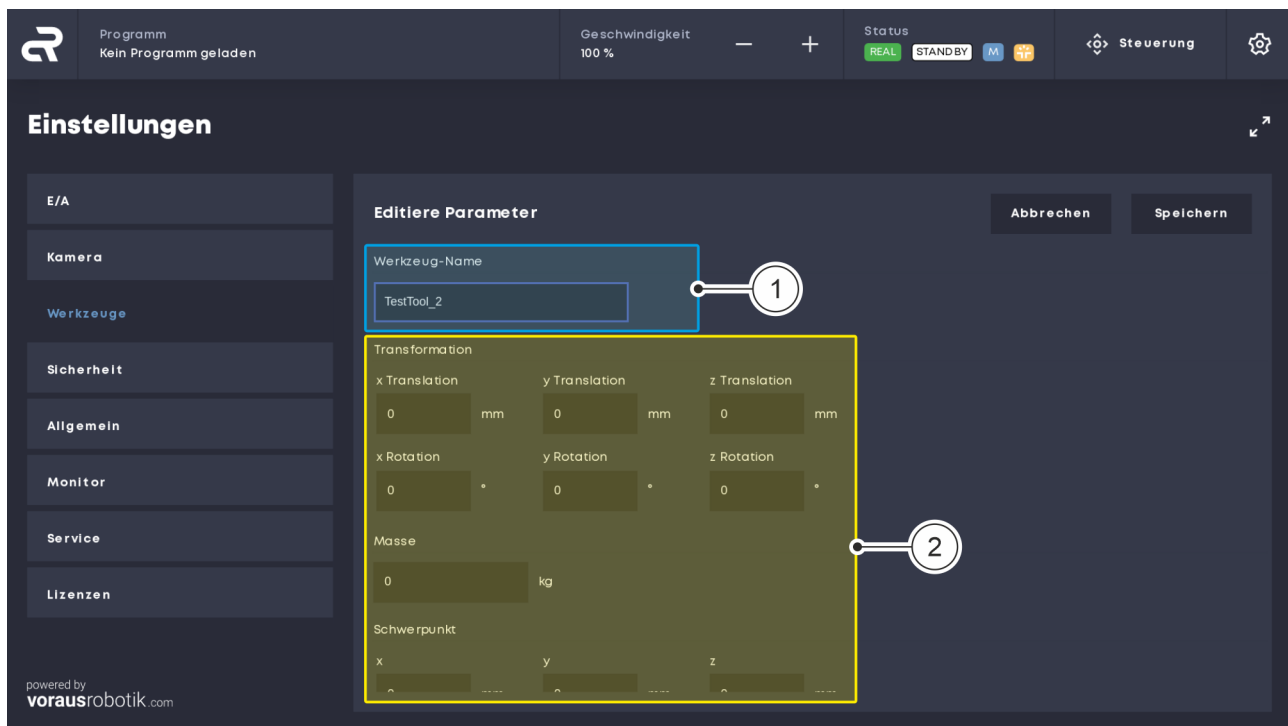

Abb. 20 Werkzeug parametrieren
06. Werkzeug benennen Abb. 20/① und Werkzeugparameter eingeben Abb. 20/②.